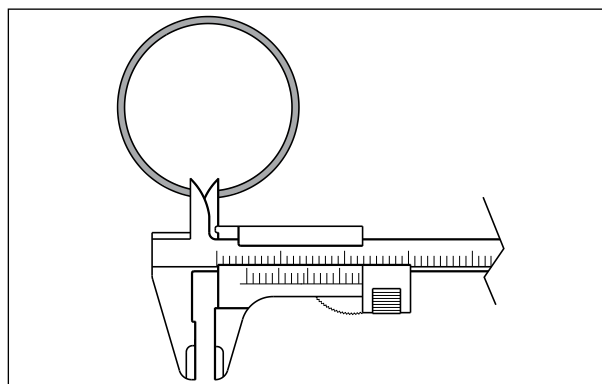

Fig. 3.99
- Para saber a condição de serviço do anel, verifique a folga livre da extremidade, utilizando um paquímetro. (Fig. 3.99).